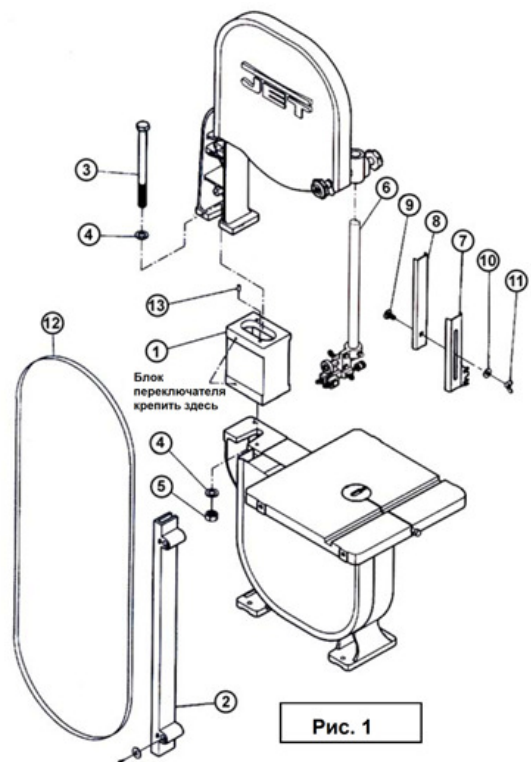

Рис. 2), чтобы ослабить давление фиксатора на направляющую стойку.
13. Ослабьте фиксирующую рукоятку направляющей стойки (A, Рис. 2). Ослабьте, но не выкручивайте до конца винт фиксатора (C,